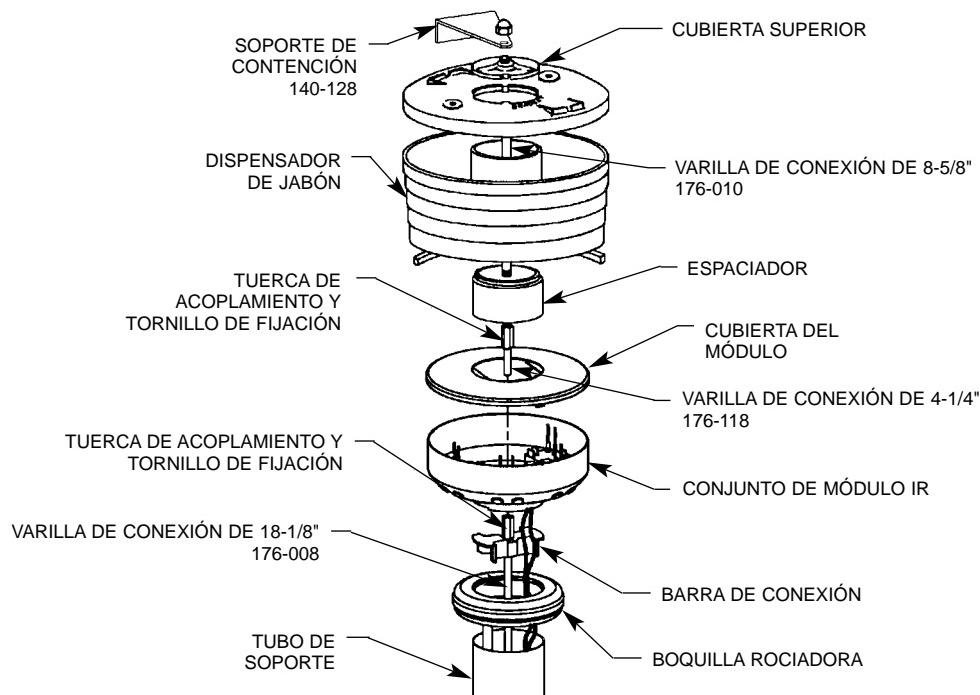

Figura 8
- PARA LAS UNIDADES CON OPCIÓN DE JABÓN, INSTALE EL ESPACIADOR, DISPENSADOR DE JABÓN Y CUBIERTA USANDO LA TUERCA DE ACOPLAMIENTO, LA TERCERA VARILLA DE CONEXIÓN (219 MM [8-5/8"] DE LARGO) Y LA SEGUNDA TUERCA DE ACOPLAMIENTO COMO SE MUESTRA (CONSULTE LA FIGURA 8 EN LA PÁGINA 57). FÍJELAS CON EL SOPORTE DE CONTENCIÓN, LA TUERCA CIEGA Y EL TORNILLO DE CABEZA HUECA DE LA BOQUILLA ROCIADORA.